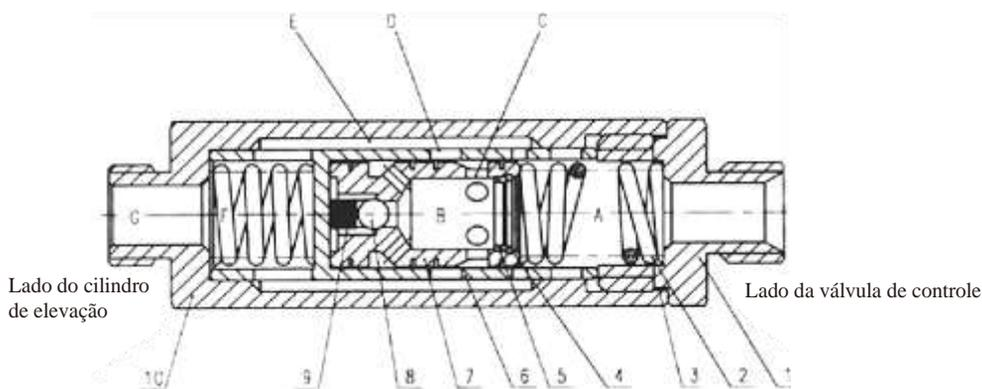

Fig.6-15 Fluxo Regulador Válvula
A operação da válvula reguladora de fluxo é mostrada na Fig.6-15. Quando os garfos são descidos, o óleo que retorna dos cilindros de elevação flui para a câmara (G). O óleo então flui através das peças (F), (E), (D) e (C) para a câmara (B). O óleo que saiu da câmara (B) flui, passando pelo orifício de óleo no pistão (7) e na câmara (A), para dentro dos cilindros de elevação.